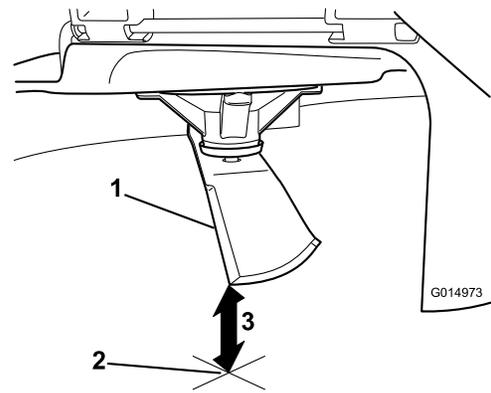

Figura 53
3. Mida desde la punta de la cuchilla hasta la superficie plana (**Figura 53**).